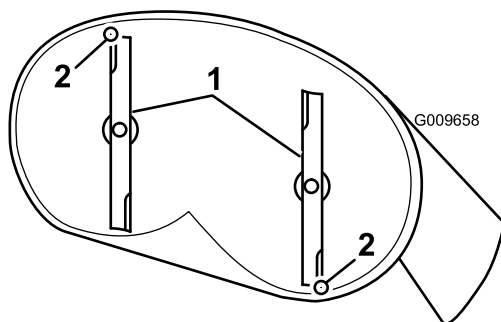
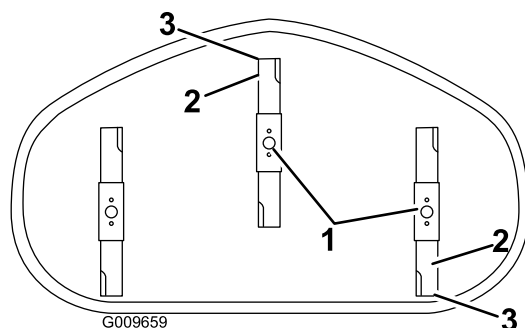

Figura 54
Figura 55
4. Gire cuidadosamente las cuchillas colocándolas en el sentido de avance de la máquina (Figura 54 y Figura 55).
5. Mida entre la punta de la cuchilla delantera y la superficie plana y entre la punta de la cuchilla trasera y la superficie plana (Figura 54 y Figura 55).
9. Después de realizar el ajuste, compruebe de nuevo la inclinación longitudinal, y siga ajustando la tuerca hasta que la punta de la cuchilla delantera esté entre 1.6 y 7.9 mm más baja que la punta de la cuchilla trasera (Figura 54 y Figura 55).